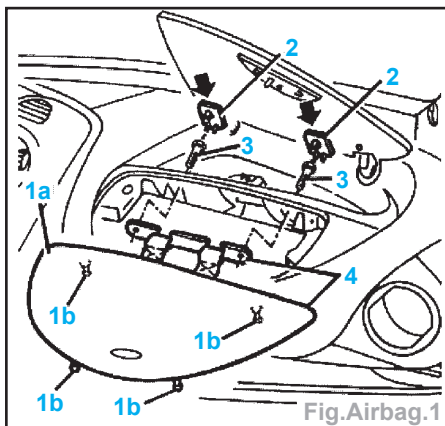
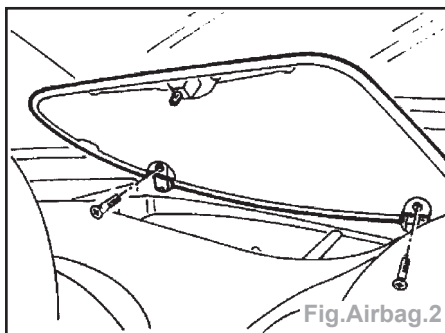

Fig.Airbag.1
Fig.Airbag.2
- soulever légèrement le couvercle (1a) jusqu'à déboîter les axes (1b) des retenues (Fig.Airbag.1).
- déboîter les garnitures (2) dans le sens des flèches.
- déposer les vis (3) et enlever le couvercle (4).
- Déposer le volet droit de boîte à gants sur la planche de bord (Fig.Airbag.2).